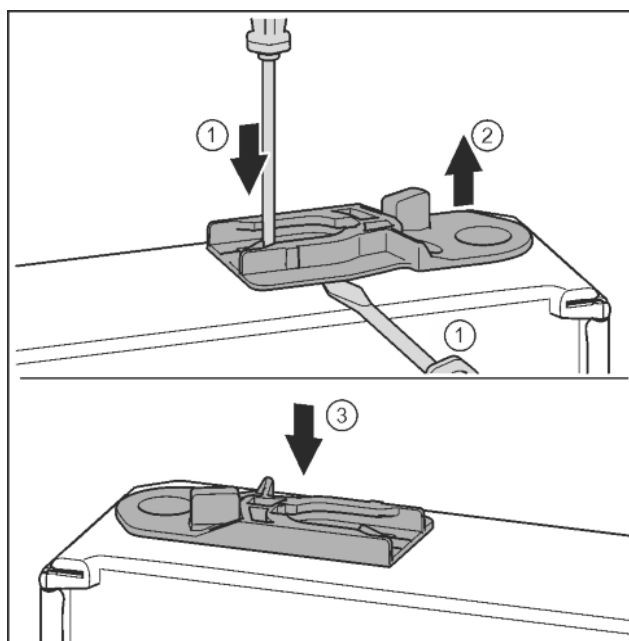

*Fig. 31*
- ▶ Zdjąć osłonę i założyć z drugiej strony. *Fig. 31 (1)*
- ▶ Płytkę zawiasu założyć z drugiej strony i przykręcić przy pomocy śrubokręta T25. Rozpocząć śruby 2 dolnej umieszczonej na środku. *Fig. 31 (2)*
- ▶ Dokręcić śrubę 3 i 4. *Fig. 31 (3, 4)*
- ▶ Połączenie amortyzatora zamykania obrócić o 180°. Przykręcić z drugiej strony płytkę zawiasu przy pomocy śrubokręta T25. *Fig. 31 (5)*
- ▶ Założyć cały sworzeń płytki zawiasu. Przy tym zwrócić uwagę, by krzywka zatraskowa wskazywała do tyłu. *Fig. 31 (6)*